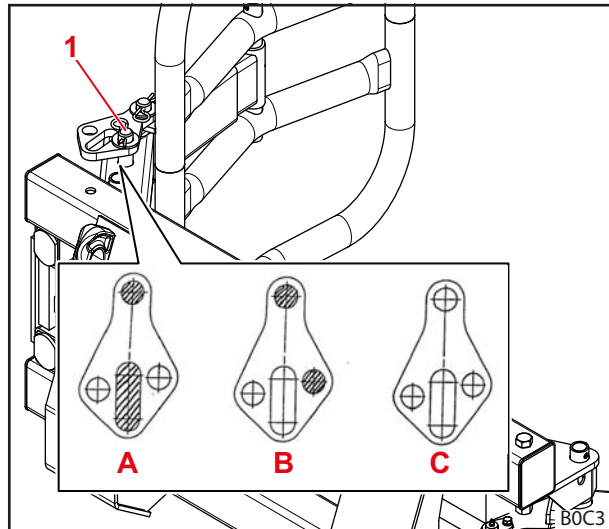

Fig. 46 Ställ in gripens avstånd efter balens bredd resp. balens diameter (grip till vänster)
- För rundbalar med en diameter på under 1,5 m ska kulissens bult stickas igenom det avlånga hålet (se hålbild A i Fig. 46).
- För rundbalar med en diameter på mer än 1,5 m ska kulissens bult stickas igenom hålet med kort avstånd (se hålbild A i Fig. 46).